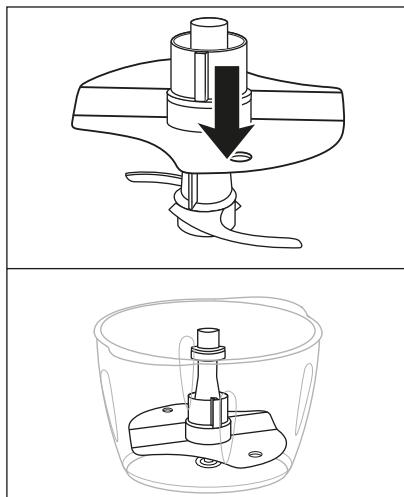

Fig. 1
- per montare 200–400 ml di panna, inserire il disco emulgatore **12** sul porta lama **7** in modo che il disco emulgatore **12** poggi e si inserisca su entrambe le parti della lama **8** (fig. 1):